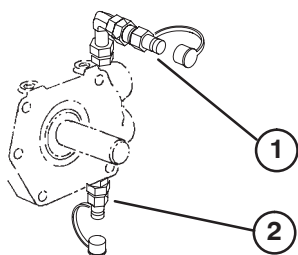

Figure 45
Les prises d'essai (Fig. 45 & 46) servent au contrôle des circuits hydrauliques. Contrôlez toutes les pressions lorsque le moteur tourne au régime maximum et que l'huile hydraulique est à la température normale de fonctionnement. Pour tout renseignement complémentaire, adressez-vous au concessionnaire Toro le plus proche.
1. Les prises d'essai de marche avant et arrière (Fig. 45) (derrière les moteurs de roues) ont un tarage de charge normal approximatif de 365 bar (5300 psi) et une pression de charge de 3,5–10,5 bar (50–150 psi). Utilisez un manomètre avec une échelle de 520–690 bar (7500–10 000 psi).